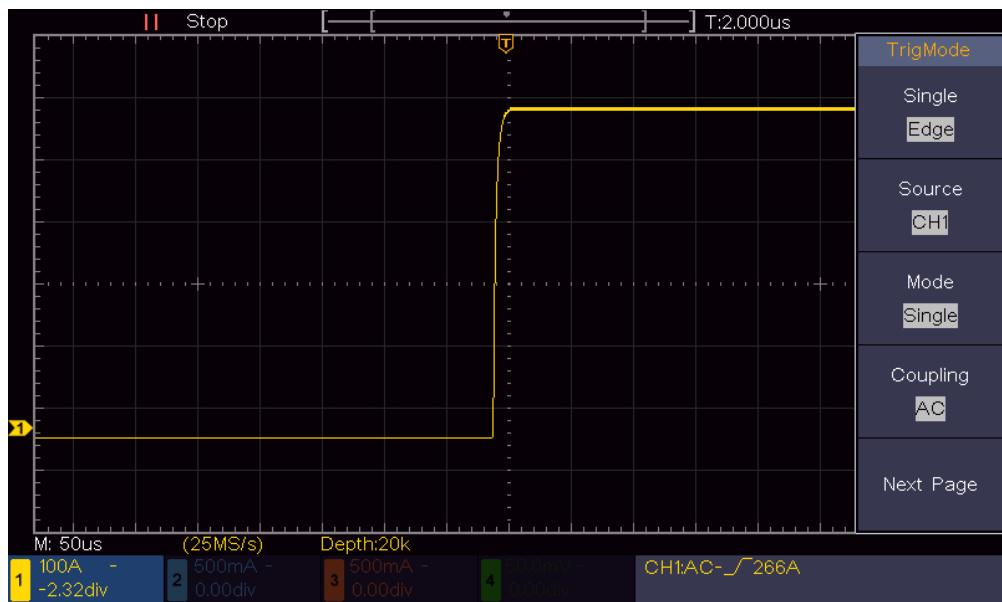

Figure 6-3 非周期的な信号の観測
- (4) **垂直軸Scaleノブ**と**水平軸Scaleノブ**を操作して信号の概要が観測できるようにスケールを調整します。
- (5) **Acquire**を押してアクイジョン・メニューを開きます。
- (6) 右メニューで**Acq Mode**に**Peak Detect**を選択します。
- (7) **トリガMenu**を押してトリガ・メニューを開きます。
- (8) 右メニューで**Single**に**Edge**を選択します。
- (9) 右メニューで**Source**に**CH1**を選択します。
- (10) 右メニューで**Mode**に**Single**を選択します。
- (11) 右メニューで**Coupling**に**DC**を選択します。
- (12) 右メニューで**Next Page**を押して、**Slope**に（立ち上がり）を選択します。
- (13) **トリガ・レベル・ノブ**を回して、トリガ・レベルを信号のおおよそ50%のレベルに調整します。
- (14) 画面上部のトリガ状態表示を確認し、Readyでない場合は、**Run/Stop**ボタンを押して波形取り込みを開始し、トリガが発生するのを待ちます。信号が設定されたトリガ・レベルに達すると、1つの波形が取り込まれて画面に表示されます。この手法で、ランダムなパルスを簡単に取り込むことができます。例えば、高振幅のバースト・ノイズを見つけたい場合は、トリガ・レベルを平均信号レベルよりも高い値に設定し、**Run/Stop**ボタンを押してトリガを待ちます。ノイズが発生すると、波形を取り込みます。**水平軸Positionノブ**を回すと、水平トリガ・ポジションを左右に調整することができ、ノイズが発生する前あるいは後の波形を簡単に観察できます。（Figure 6-3）
- (15) トリガ条件を見つけることができたら、トリガ・モードをNormalに設定すれば、トリガ条件を満たす場合のみ波形を連続して取り込み、Singleに設定すれば、トリガ条件を満たした後に1つの波形を取り込んで波形取り込みを停止します。